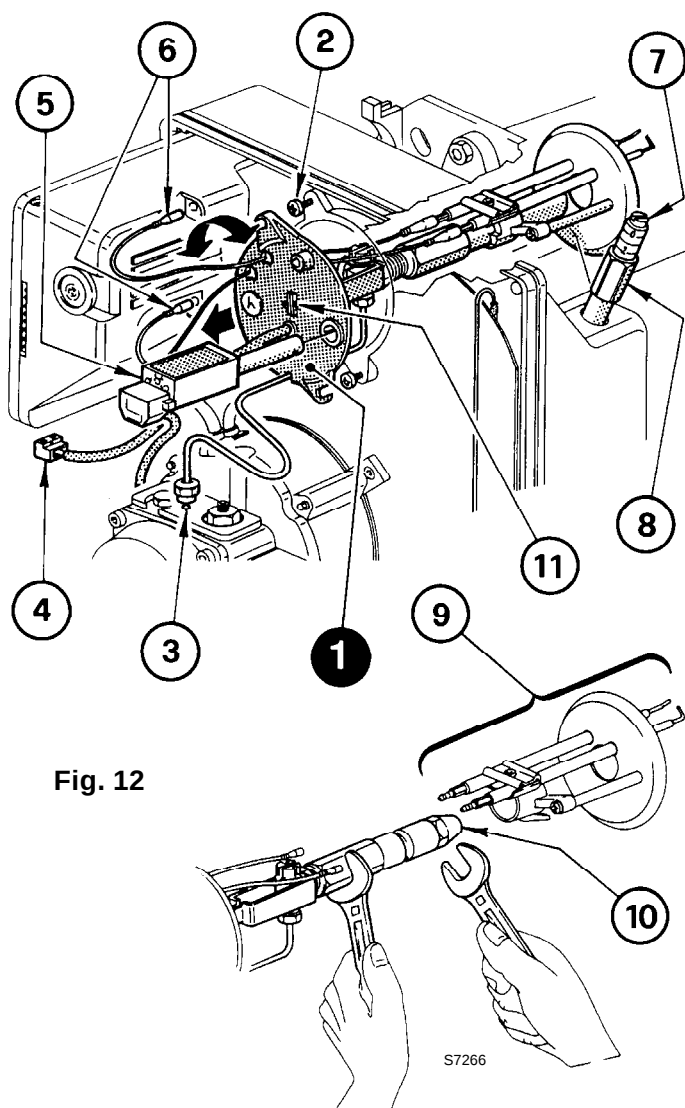

Fig. 12
B Fig. 12 – Enlever la ligne porte gicleur (1) après avoir desserré les vis (2), dévissé l'écrou (3), débranché les câbles (6) de la boîte de contrôle, la prise (4) et le détecteur flamme (5).
(Voir fig. 12)